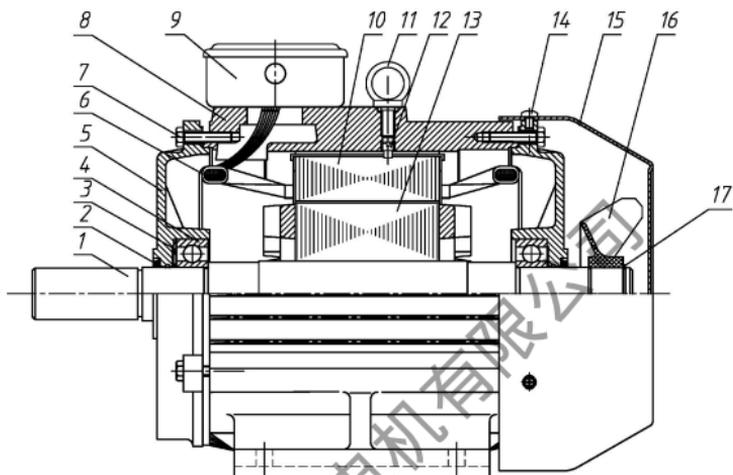
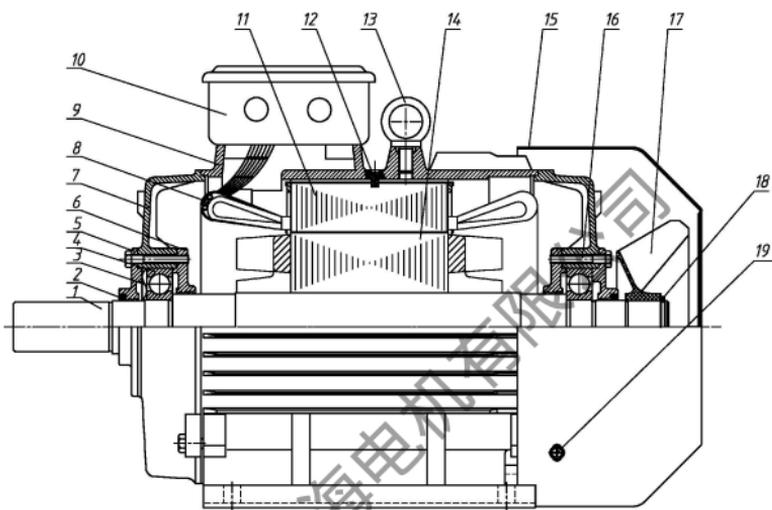

图2 YEF3-80-160
图3 YE3-180-355
1、电动机的结构如图 2 和图 3（以 YE3 电机为例），电动机在拆卸之前，应自其安装位置取下其轴伸上的传动装置。如没有必要卸下风扇，还是将转子连同风扇端盖自定子中取出为好。2、电动机装配的步骤相似，但顺序相反。安装轴承时，先用汽油将轴承洗净，然后将轴承加热至